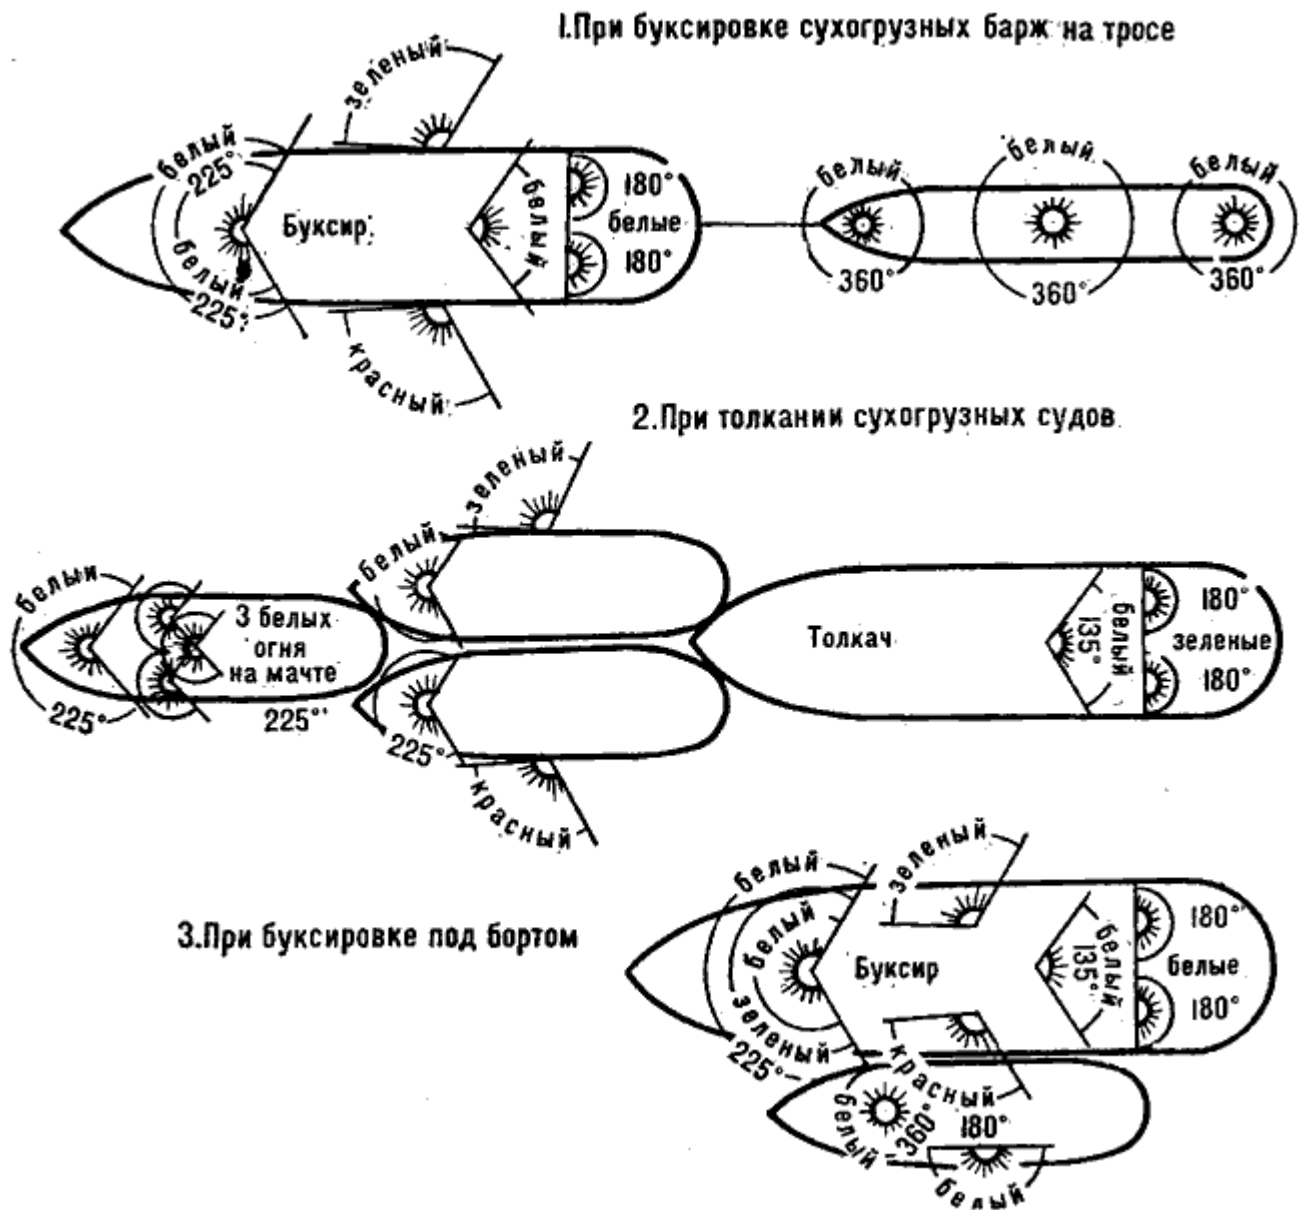

Рис. 144. Схема расположения ходовых огней на речных буксирах
4. *Буксирные суда, ведущие на буксире другие суда или плоты, кроме огней, предусмотренных § 25 для одиноких судов (отличительных, гакового и гакабортных), несут на передней мачте (рис. 144):*
- сухогрузные, длиной более 50 м - кроме белого клотикового на мачте по одному белому огню на носовом и кормовом флагштоках (рис. 144);
- буксируемое под бортом - один белый клотиковый огонь на мачте и один белый огонь с внешнего борта (рис. 144);
Если ширина толкаемых судов превышает ширину толкача, то его отличительные огни переносят на наружные борта толкаемых судов (§ 35, рис. 144).